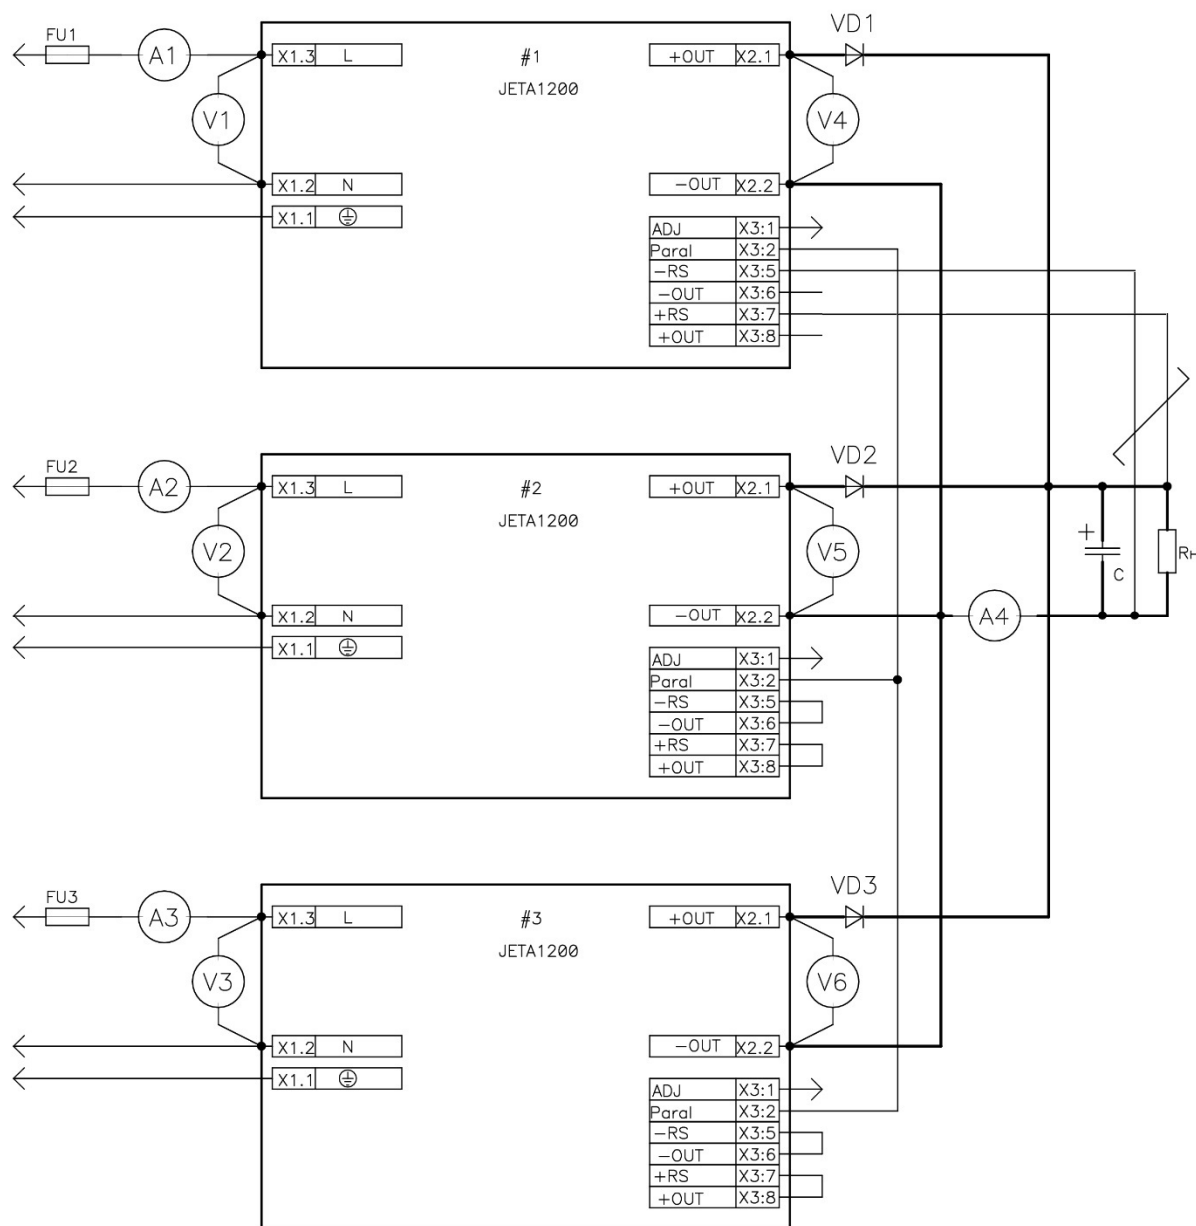

Рис. 5: Схема включения модулей для параллельной работы по принципу "ведущий-ведомый".
- При построении резервированной системы по принципу "ведущий-ведомый" (рис. 5), выходы выносной обратной связи "+RS" и "-RS" подключают непосредственно к нагрузке с соблюдением полярности только у одного модуля, например, номер 1. Данный модуль будет ведущим в устройстве, остальные